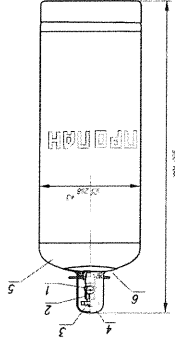

Рисунок 1 – Баллон для сжиженных газов
3) отвернуть заглушку 1 (см. рис.1) вентиля 2, предварительно повернув, находясь ли вентиль в закрытом положении; при необходимости повернуть маховик 3 в закрытое положение;